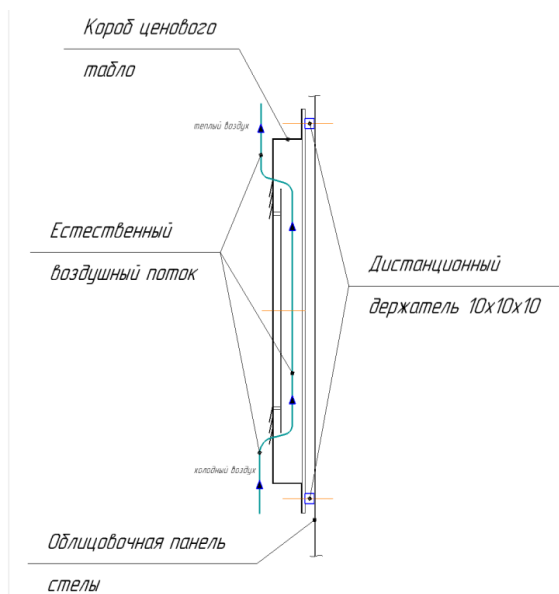

Рис.1
2.4. По вентиляции применить дополнительные требования: При отсутствии вентиляционных окошек на тыльной стороне металлического корпуса предусмотреть воздушные зазоры, размер которых выбрать из расчета общей площади вентиляционных отверстий 200см², где 100см² это приточная вентиляция и 100 см² – вытяжная вентиляция. (см. рис.1). Расстояние обеспечивается при помощи дистанционных держателей размером 10x10x10. При наличии вентиляционных окошек требования по воздушным зазорам не актуально.